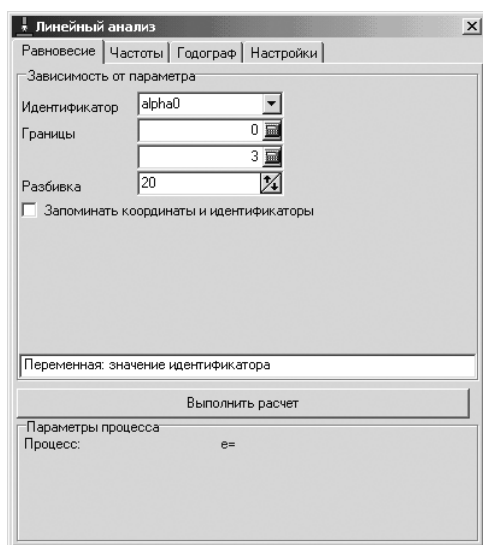

Рис. 1.54. Состояние диалогового окна **Линейный анализ** с открытой вкладкой **Равновесие** и с введенными данными для параметра **alpha0** (Угловое ускорение)
- установите в поле **Разбивка** число расчетов, равное 20. После этого диалоговое окно **Линейный анализ** с открытой вкладкой **Равновесие** будет выглядеть так, как показано на рис. 1.54.